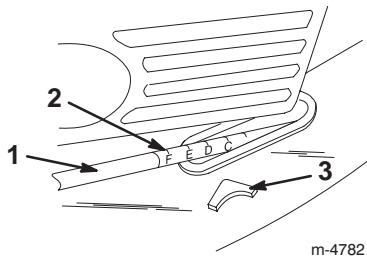

Bild 17
- Heben Sie den Griff an oder drücken ihn nach unten. Verwenden Sie dabei den Zeiger und die Schnitthöhen-einstellung am Verbindungsgestänge, um den Rasenmäher auf die korrekte Schnitthöhe einzustellen (Bild 17).